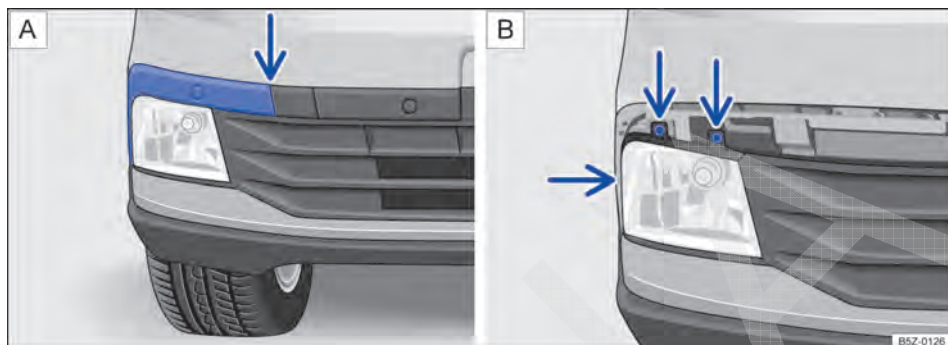

Fig. 137 No para-choque dianteiro: Ⓐ desinstalar a moldura do farol de neblina e Ⓑ retirar os parafusos do farol de neblina.
Desencaixar a moldura, cuidadosamente → Ⓛ, primeiramente pelo local indicado pela seta → Fig. 137 A. Remover completamente para acessar os parafusos do farol de neblina.
4. Retirar os parafusos indicados pelas setas → Fig. 137 B.
14. Recolocar os parafusos indicados pelas setas → Fig. 137 **B** para fixar o farol de neblina.
15. Recolocar a moldura da esquerda para a direita → Fig. 137 **A**.